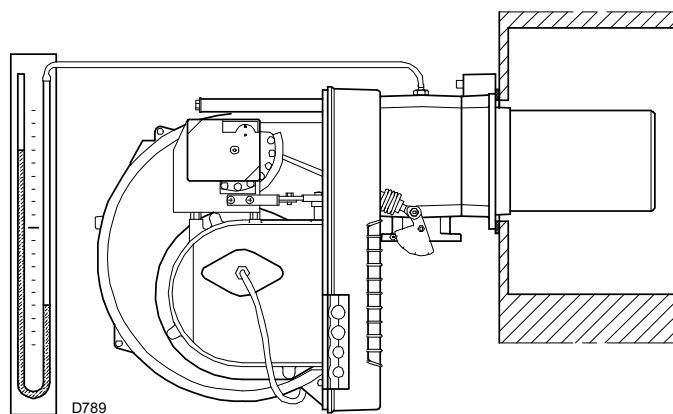

Fig. 20
- Monter un manomètre en U (Fig. 20) sur la prise de pression du gaz du manchon. Il sert à mesurer approximativement la puissance MAX du brûleur, à l'aide des tableaux Tab. H à la page 19.
Dans ce cas, augmenter le débit de gaz à l'allumage. L'arrivée du gaz au manchon est mise en évidence par le manomètre en U (Fig. 20 à la page 23).
À titre d'exemple, on peut le trouver dans le Tab. H à la page 19, il suffit de lire la pression du gaz sur le manomètre en U, voir Fig. 20 à la page 23, et suivre les indications fournies dans le Tab. H à la page 19.